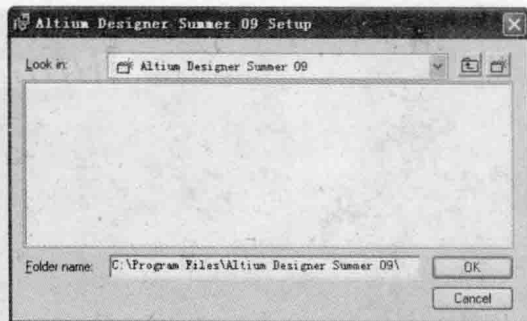

图 1-6 安装路径选择对话框
(6) 在 Destination Folder 窗口“Destination Folder”区域显示了即将安装 Altium Designer Summer 09 的安装路径,如果想更改安装路径,则单击“Browse”按钮,打开如图 1-6 所示的安装路径选择对话框。